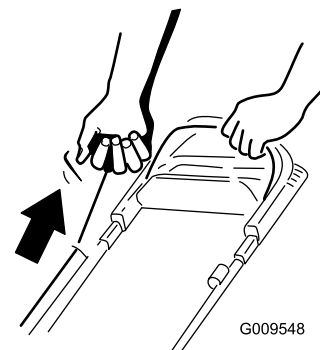

Figura 17
2. Tire de la cuerda de arranque (Figura 17).
**Nota:** Cuando tire del arrancador de retroceso, tire suavemente hasta que note resistencia; luego tire con fuerza (Figura 17). Deje que la cuerda vuelva lentamente al manillar.